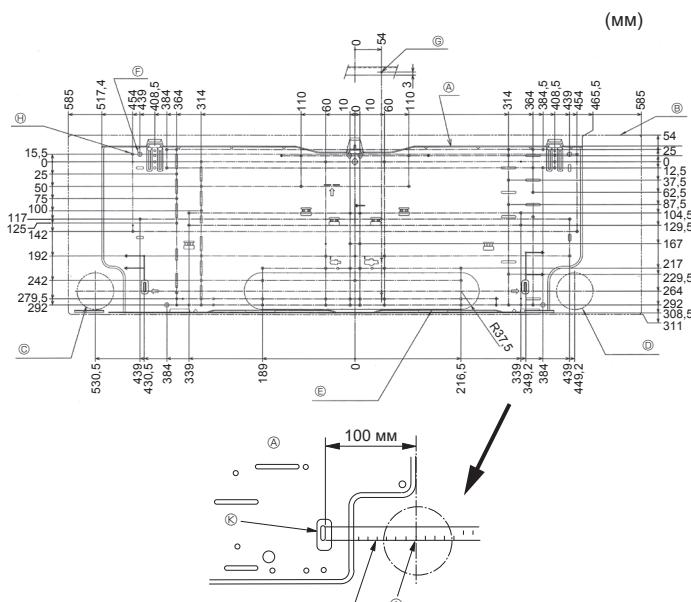

Fig. 3-2
3.2. Установлення кріплення для монтажу на стіні (Fig. 3-2)